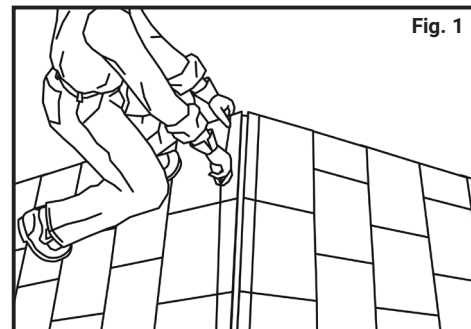

Fig. 1
1. Trace líneas con tiza de modo de dejar 1 pulgada de cada lado de la cúbrera y utilízarlas como guía para cortar una ranura en su parte superior. Consulte la Fig. 1.